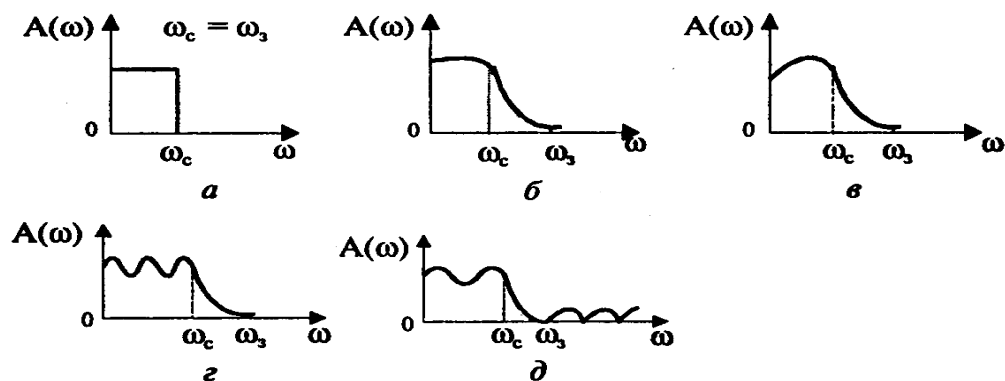

Рис. 1. Амплитудно-частотные характеристики фильтров нижних частот
**Фильтры нижних частот.** В фильтрах нижних частот (ФНЧ) входные сигналы низких частот, начиная с постоянных сигналов, передаются на выход, а сигналы высоких частот задерживаются. На рис. 1-а показана характеристика идеального (не реализуемого на практике) фильтра. На других рисунках представлены характеристики реальных фильтров.